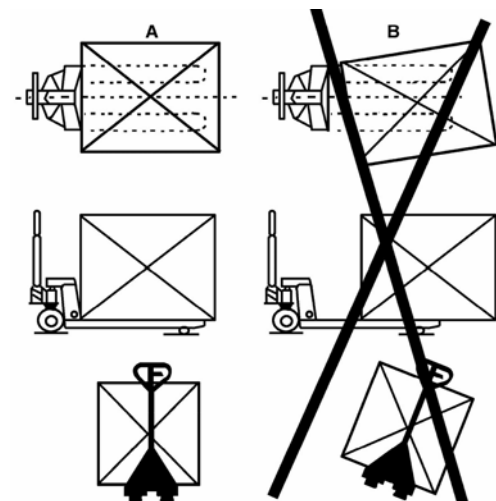

Fig. 7: Posición correcta de la carga (imagen de ejemplo)
Paso 2: Presione el botón de la bocina (Pos. 15, Fig. 7) para activar la señal acústica de advertencia.
Paso 3: Conduzca con las horquillas bajadas completamente debajo del palet y presione el botón de elevación (Pos. 16, fig. 7) hasta alcanzar la altura de elevación deseada.
Paso 6: Controle la velocidad moviendo cuidadosamente el gas (ítem 14, fig. 7) hasta alcanzar la velocidad deseada. Cuando mueva el botón de gas nuevamente a la posición neutral, la unidad de control desacelerará el montacargas hasta que se detenga. Cuando la transpaleta eléctrica se ha detenido, se aplica el freno de estacionamiento.
Presione el botón Turtle (elemento 18, fig.7) para cambiar al modo de velocidad lenta. Conduzca lentamente moviendo el botón de gasolina (ítem 14, fig.7), presione nuevamente el botón de tortuga para volver al modo normal.
Paso 8: Presione el botón de descenso (elemento 17, Fig. 7) cuidadosamente. Baje la carga hasta que las horquillas estén libres de la paleta y luego con cuidado saque el montacargas.
1. El frenado regenerativo se activa empujando el botón de gas (ítem 14, Fig. 7) a la posición inicial "0" o soltando el botón. La carretilla elevadora frena hasta detenerse.
2. Al mover el pedal del acelerador (pos. 14, Fig. 7) desde una dirección de marcha directamente en la dirección opuesta, el vehículo frena hasta que se mueve en la dirección opuesta.